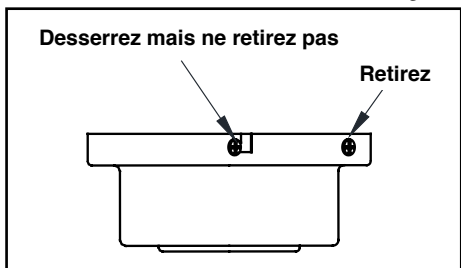

Figure 6
2. Retirez la traverse de la montage en desserrant les quatre vis sur le dessus de la montage. Retirez les deux vis sans empreinte fendue et desserrez les vis à empreinte fendue. Cela vous permettra de retirer la traverse. (Figure 6)